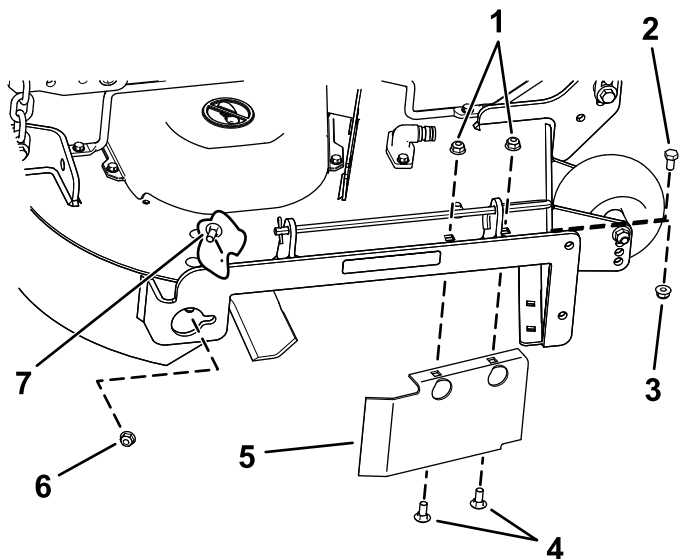

Figura 33
8. Rimuovete il bullone a testa tonda (5/16" x 3/4") e il dado di bloccaggio (5/16") che fissano il deflettore al lato posteriore del piatto di taglio (Figura 33).
9. Localizzate la protezione del deflettore davanti all'apertura di scarico laterale (Figura 33).
10. Rimuovete gli elementi di fissaggio che assicurano la protezione del deflettore e il deflettore destro al piatto di taglio (Figura 33).
13. Montate gli elementi di fissaggio rimossi in precedenza nei fori anteriori nella piastra di scarico e del foro anteriore del piatto di taglio (Figura 33).